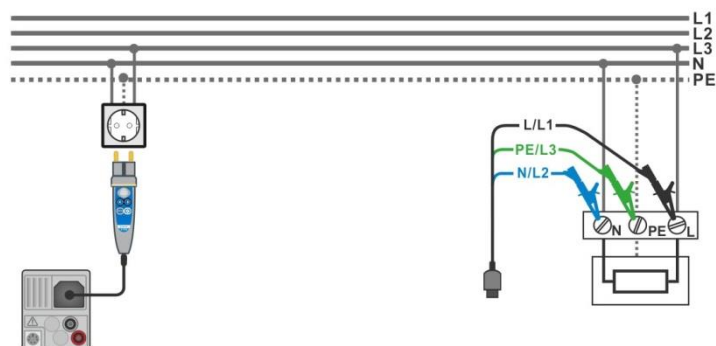

figura 7.63: Collegamento con puntale remote o puntale a 3 fili
- › Collegare puntali o puntale remote all'oggetto in prova, vedere **figura 7.63**.